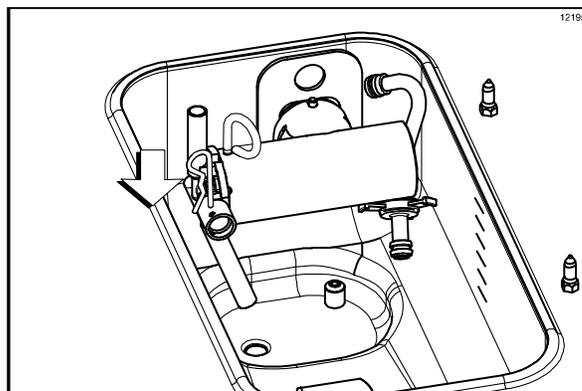

Figura 162
17. Quite la chaveta de la bomba. Coloque el tubo de alimentación de mezcla en posición vertical en la esquina de la tolva de mezcla. Coloque la chaveta en la posición correcta en el conector de salida de la bomba. (Vea la figura 162).